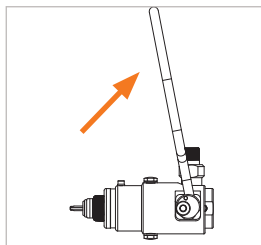

Abbildung 2
- ▶ Klappen Sie die Betätigung (Pos. 1) nach oben (Abbildung 2). Die Spannzangen fallen zusammen.